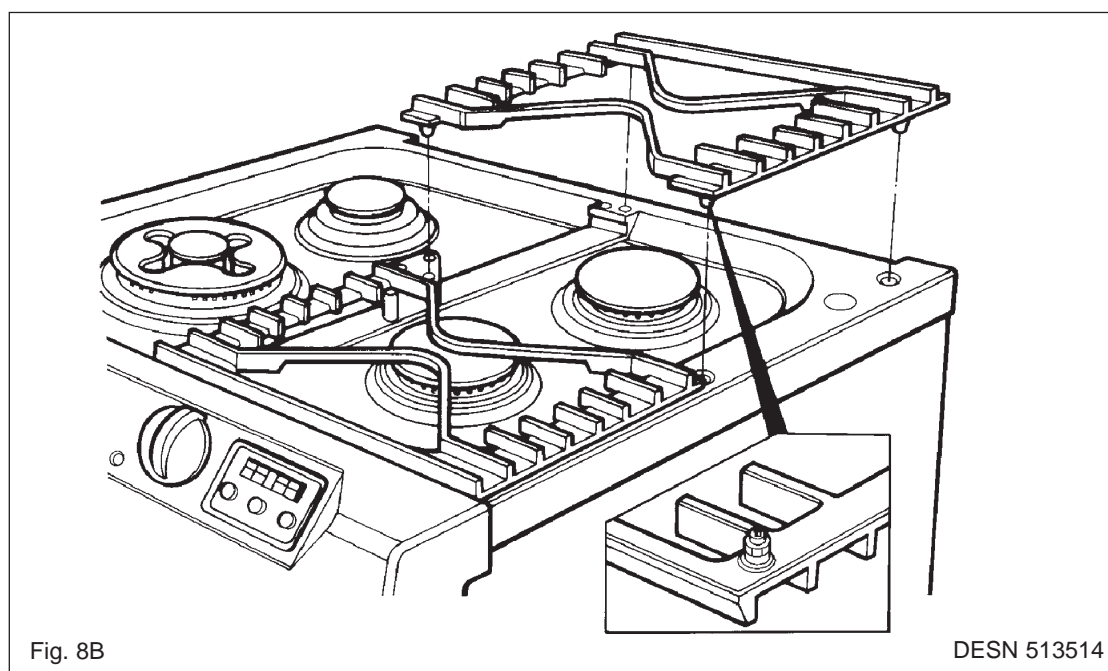

Fig. 8B
- Desserrez l'écrou de fixation à l'aide d'une clé de 8 mm (Voir Fig.8B).